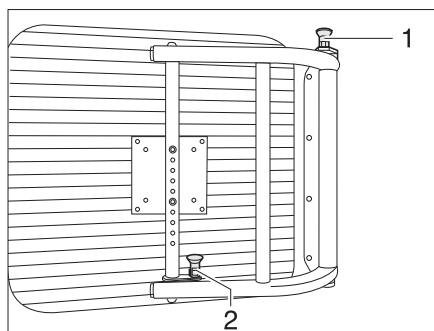

Fig. 7 Support à bras pivotant
- Faire retourner l'écran plat dans sa position initiale jusqu'à ce que les deux boutons de déverrouillage s'enclenchent (Fig. 7, 1 et 2).